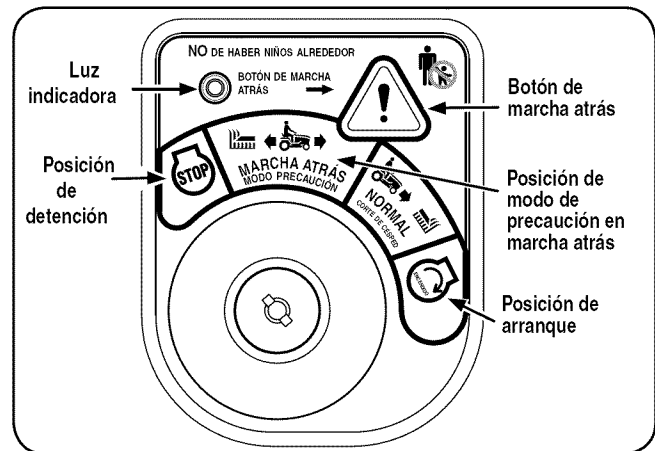

Figura 5-1
2. Gire la llave desde la posición de PODA NORMAL (verde) hasta la posición de MODO DE PRECAUCIÓN EN MARCHA ATRÁS (amarillo) del módulo del interruptor de llave. Vea la Figura 5-1.
3. Presione el BOTÓN DE MARCHA ATRÁS (botón triangular de color naranja) en la esquina superior derecha del módulo del interruptor de llave. La luz indicadora roja en la esquina superior izquierda del módulo del interruptor de llave se mantiene encendida (ON) mientras esté activado. Vea la Figura 5-1.